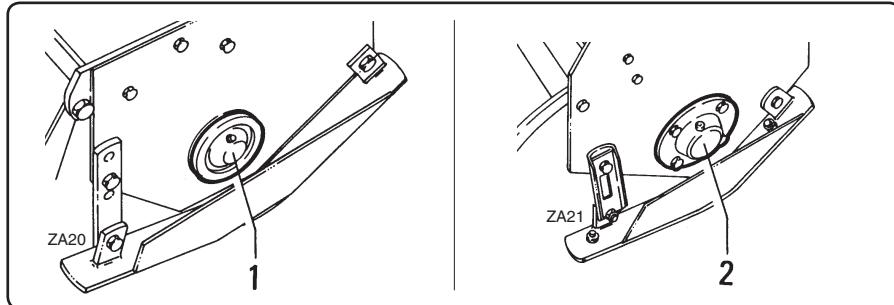

fig. 7.4.1
- Ingrassare il supporto destro “1” fig. 7.4.1 del rotore oppure verificare la presenza di olio nel supporto destro “2” fig. 7.4.1 (nelle versioni con supporto a bagno d’olio).